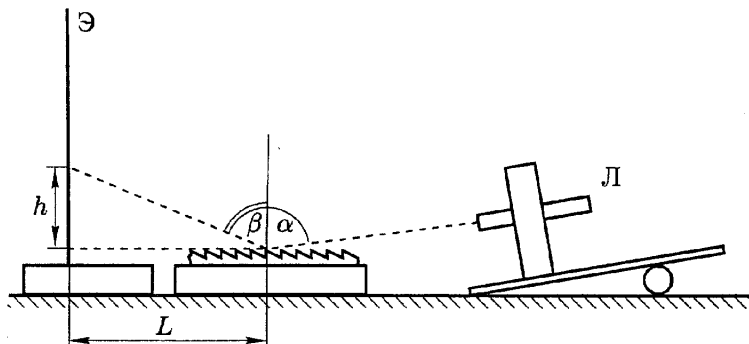

Рис. 22
4. Определим расстояние d между соседними кольцевыми сегментами. Для этого используем линзу как отражательную дифракционную решётку. Соберём оптическую схему (рис. 22):